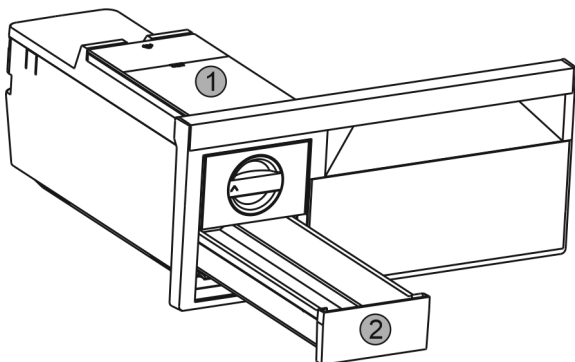

Fig. 38
- ▶ Wyjąć zbiornik wody Fig. 38 (1) i szufladę na kostki lodu Fig. 38 (2).